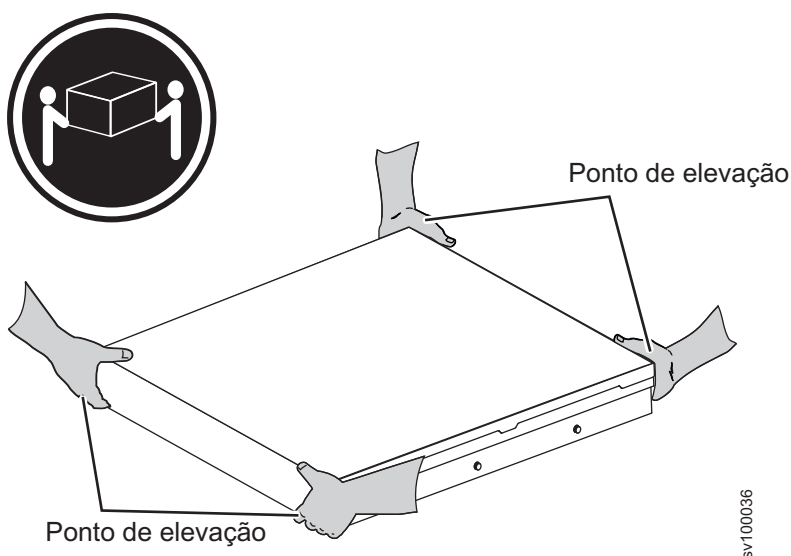

Figura 44. Levantando o nó 2145-SV1 do rack
Para remover o nó SAN Volume Controller 2145-SV1 do rack, conclua estas etapas. Assegure-se de ter duas pessoas para levantar o servidor; posicione suas mãos conforme mostrado em Figura 44 na página 61.
5. Levante o nó, conforme mostrado em Figura 44, e coloque-o em uma superfície resistente.